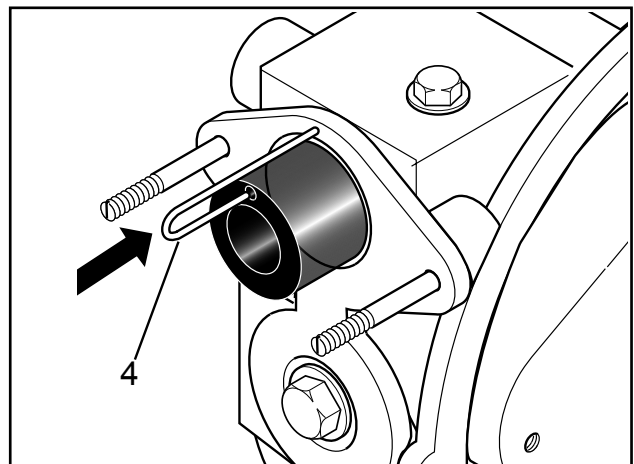
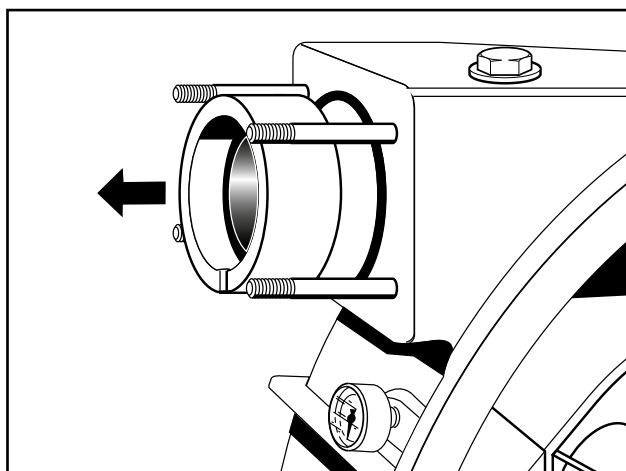

Fig. 15 4 Canule de mise sous vide IP100/200
Fig. 17 Demontage des bagues
6. Démontez ensuite les canules de mise sous vide du côté d'aspiration et de refoulement (fig. 15 ou 16). Retirez la bague de retenue, la bague de serrage, la bague à épaulement et le joint torique du tuyau de refoulement (fig. 17).
dans la gorge de la bague (étroite) (fig. 17). Enfoncer l'autre extrémité dans le raccord à vis coudé et le visser avec le raccord.